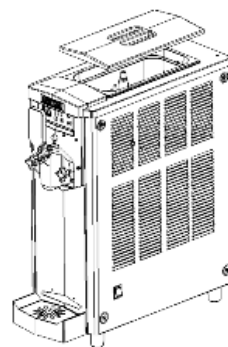

Fig. 30
- Rimuovere il coperchio della vasca superiore (Fig. 30).